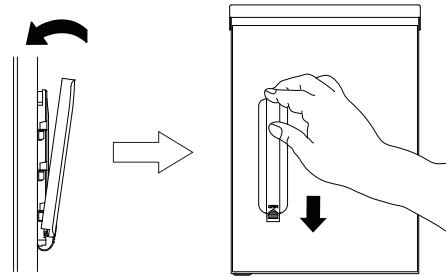

図 5
3. ハンドルキャップを開けた時と逆の手順で閉めてください。(図5)